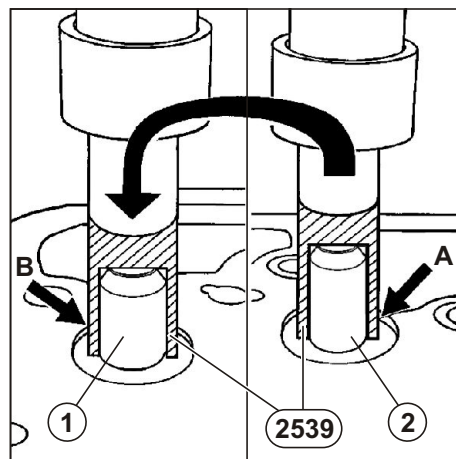

Рис. 60. Установка направляющих втулок клапанов.
2. Запрессовать направляющие втулки впускных (1) и выпускных (2) клапанов используя приспособление 2539 и пресс (см. Рис. 60).